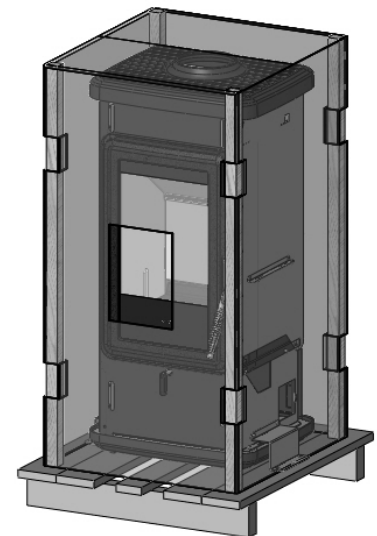

Abb. 1 - Verpackung des Kaminofens Veld
- eine Verpackung enthält den Kaminofen (Abb. 1);